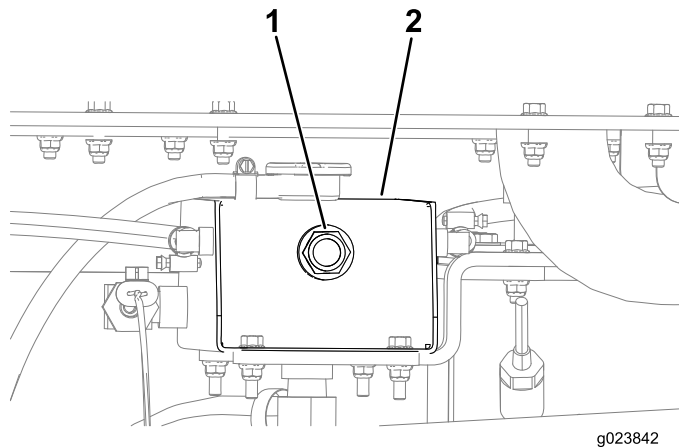

Figura 140
4. Verifique o nível de líquido de arrefecimento pelo visor de nível na extremidade do reservatório do radiador (Figura 140).